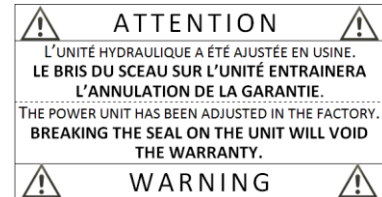

FIGURE 23 : ÉTIQUETTE ATTENTION SUR UNITÉ HYDRAULIQUE
6. ÉTIQUETTE ATTENTION SUR L’UNITÉ HYDRAULIQUE. VOIR **FIGURE 23**